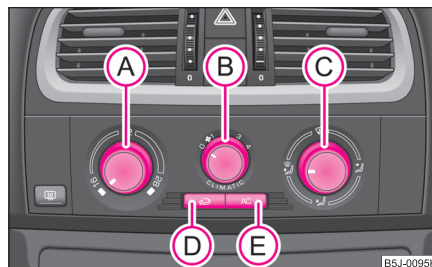

Fig. 95 Climatic: Elementele de comandă
Instalația de climatizare funcționează numai când tasta **AC** ⇒ pagina 80, fig. 95 **E** este apăsată și se îndeplinesc următoarele condiții:
- Rotiți regulatorul rotativ **A** ⇒ fig. 95 spre dreapta pentru a mări temperatura.
- Regulatorul  ⇒ pagina 80, fig. 95 pe temperatura selectată de dvs. (noi recomandăm 22 °C)
- Apăsați comutatorul  ⇒ pagina 80, fig. 95, simbolul din comutator  se aprinde.
Când regulatorul (C) se află în poziția  ⇒ pagina 80, fig. 95, recircularea aerului este oprită automat. Prin apăsarea repetată a tastei  puteți porni recircularea aerului și în această poziție.
Admisia aerului prin fiecare gură de ventilație se reglează de la regulatorul  ⇒ pagina 80, fig. 95. Gurile de ventilație **3** și **4** se pot deschide și închide separat:
Prin gurile de ventilație deschise este admis aer încălzit, rece sau răcit, în funcție de poziția regulatorului  ⇒ pagina 80, fig. 95 și de condițiile climaterice. ■